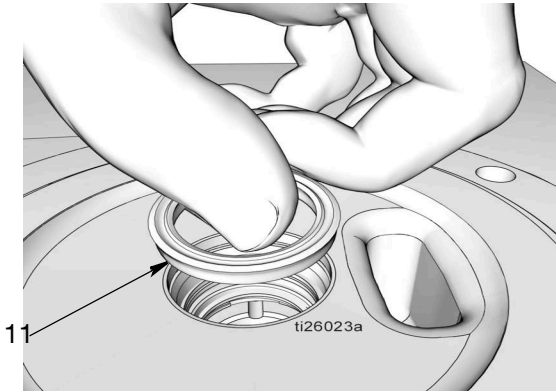

FIG. 36
- h. Monte la junta (11), con los bordes orientados hacia arriba como se observa en FIG. 36.